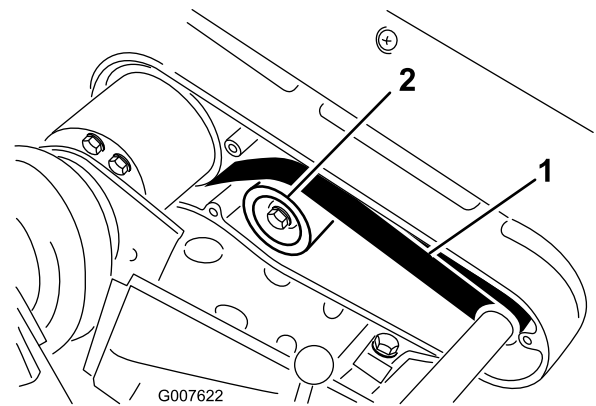

Figure 39
A. Desserrez l'écrou de fixation de la poulie de tension et faites pivoter la poulie dans le sens horaire contre l'arrière de la courroie jusqu'à ce que vous obteniez la tension voulue (Figure 39).
2. Contrôlez la tension en exerçant une force de 22 à 26 N à mi-distance entre les poulies (Figure 39).